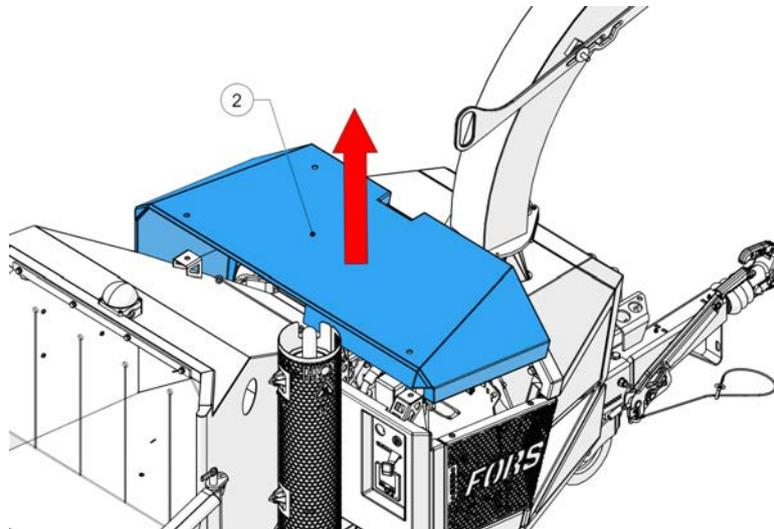

Figure 51 - Retirer le panneau
4. Retirez le panneau (2, Figure 51) en faisant attention au réservoir de carburant.